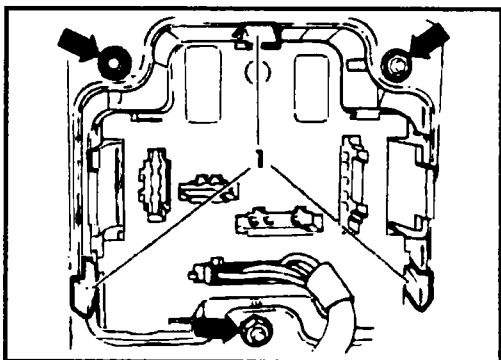

Рис. 11.35 Гайки крепления заднего фонаря
- ◆ Отверните три гайки крепления (см. по стрелке рис. 11.35).